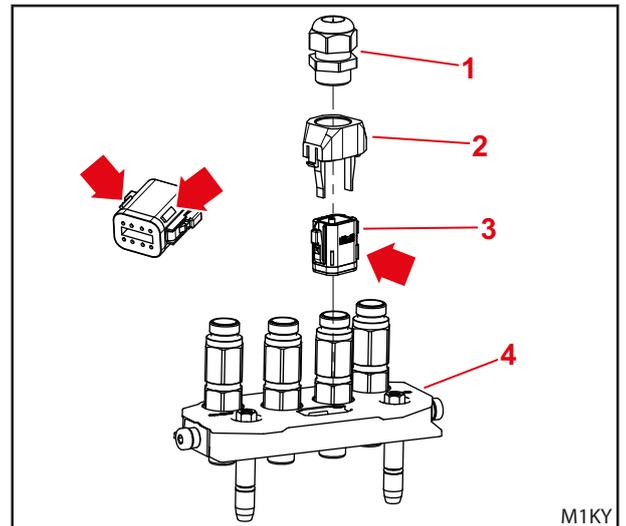

Abb. 9 Hydro-Fix-Oberteil anbauen (Frontlader mit Elektrik)
- (4) Buchsengehäuse an Hydro-Fix-Oberteil einsetzen, sodass die „Nasen“ (siehe rote Pfeile in Abb. 9) nach vorn zeigen.
- (5) Kappe einstecken (breite Seite in Richtung Hydraulikanschlüsse).
- (6) PG-Verschraubung an Kappe einschrauben.
- (7) Überwurfmutter der PG-Verschraubung anziehen. (Zugentlastung)